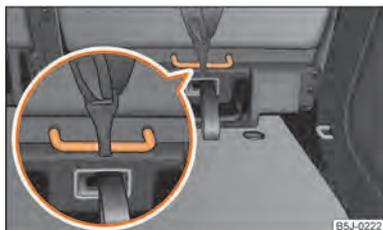

Fig. 112 Asiento posterior: Top Tether
Para aumentar la seguridad de los niños acompañantes disponen los asientos posteriores exteriores, como también el del centro (sólo válido para algunos países), de serie del sistema de sujeción "Top Tether", ubicado detrás del respaldo ⇒ fig. 112.
- Fije los asientos infantiles con el sistema "Top Tether" solamente en los puntos prescritos ⇒ fig. 112.